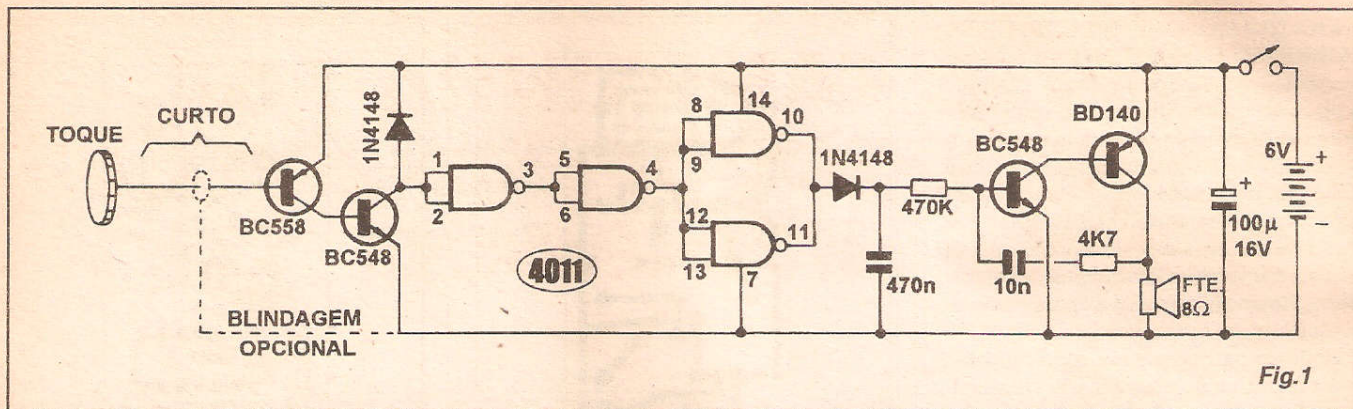

Fig.1
- **FIG. 1 - DIAGRAMA ESQUEMÁTICO DO CIRCUITO** - Inicialmente, um poderoso (em termos de ganho...) amplificador com dois transistores (BC558 e BC548) arranjados numa espécie de *Darlington complementar* capta o ruído elétrico introduzido no sensor pelo dedo do operador (esse ruído, de 60 Hz, corresponde à natural captação, pelo corpo da pessoa, do campo eletro-magnético presente em todo local servido pela rede C.A. de 110 ou 220 volts, e se manifesta mesmo que a dita pessoa esteja a vários metros da fiação de C.A. embutida nas paredes...). Depois de amplificado em nível, tal ruído elétrico é entregue pelo *coletor* do BC548 diretamente à entrada (pinos 1-2 reunidos...) de um primeiro *gate* C.MOS em função *sim-*